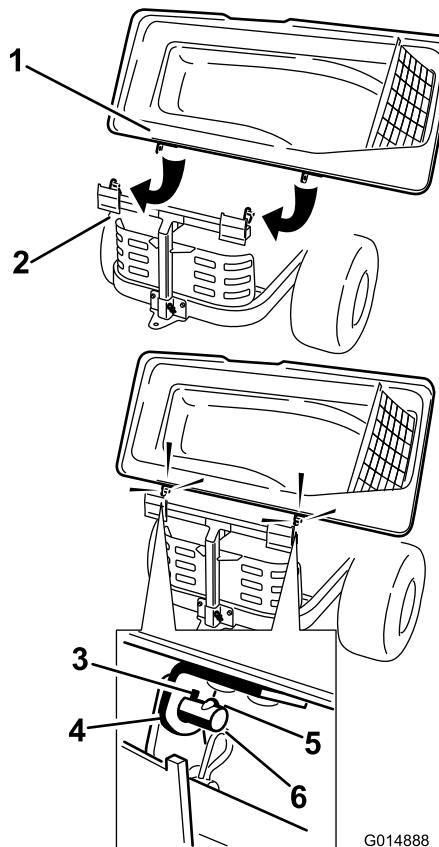

Figura 22
3. Gire la tapa del ensacador para alinear los orificios de los soportes de la tapa del ensacador con las clavijas de los pivotes del bastidor del ensacador (Figura 22).